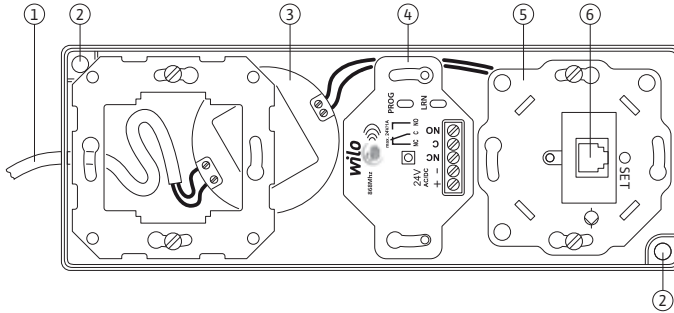

Fig. 10: Aufbau Heatfixx Elektronikbox
Aufbau der Heatfixx-Elektronikbox (Fig. 10):
- Schrauben an den entsprechende Durchführungen durch das Gehäuse der Elektronikbox stecken (Fig. 10, Pos. 2) und Elektronikbox an der Montagewand anschrauben.